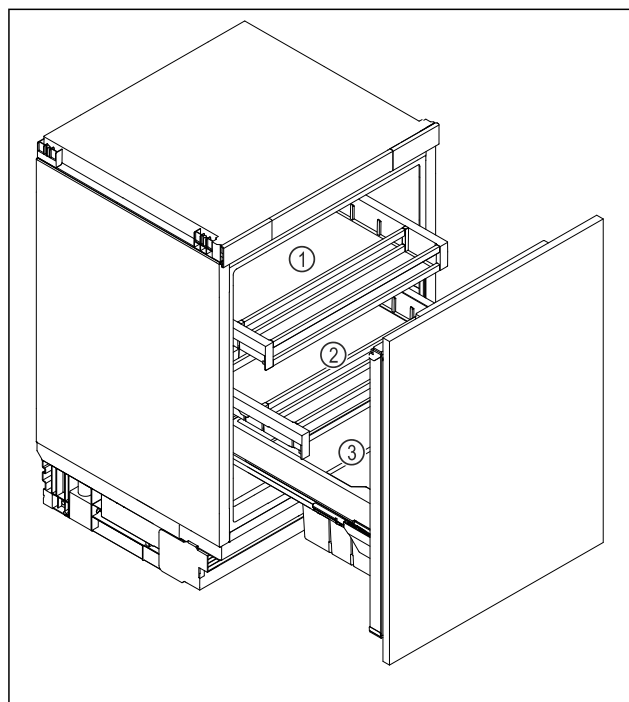

Fig. 31 Shembull ilustrues
- Sirtari i sipërm Fig. 31 (1): Vendosni gjalpin, djathin, konservat dhe tubetat.
- Sirtari i poshtëm Fig. 31 (2): Vendosni ushqimet që prishen lehtë, si ushqimet e gatshme, produktet e peshkut, mishit dhe sallamet.
- Kutia e frutave dhe perimeve Fig. 31 (3): Vendosni frutat dhe perimet e paketuara.
- Ndarja e pijeve Fig. 31 (3): Vendosni shishet e ndryshme.